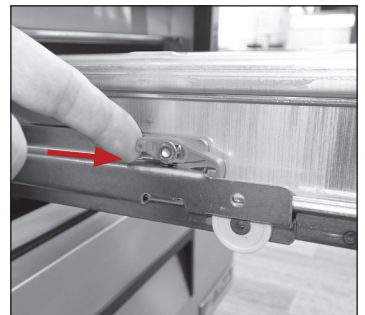

Fig. 6a. Spingere il fermo in avanti.
9. Spingere in avanti il fermo di plastica del cassetto e sollevare l'estremità anteriore. See figs. 6a and 6b.